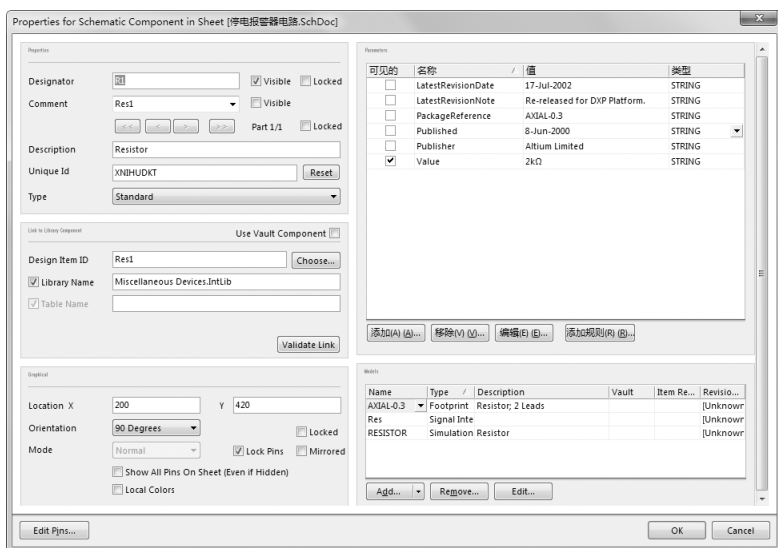

图 16-7 设置电阻元件的属性
(1) 双击一个电阻元件，打开“Properties for Schematic Component in Sheet”（原理图元件属性）对话框，在“Designator”（标示）文本框中输入元件的编号，并选中其后的“Visible（可见的）”复选框。在右边的参数设置区，将“Value”（值）值改为 2 k Ω ，如图 16-7 所示。